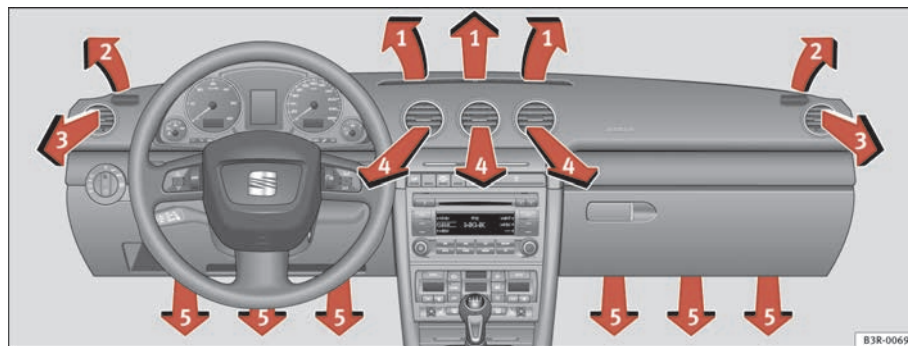

Fig. 143 Painel de instrumentos: Disposição dos difusores de ar
Os difusores de ar ⇒ fig. 143 ③ e ④ podem ser operados da seguinte forma.
Os três botões têm o seguinte significado. Os números dizem respeito aos difusores de ar ⇒ página 174, fig. 143.
Após desligar a ignição, o motor do ventilador funciona com a energia que lhe é fornecida pelo tecto solar. Para conseguir uma óptima ventilação, devem estar abertos os difusores 3 e 4 ⇒ página 174, fig. 143.